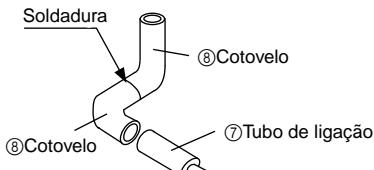

Fig. 1
- (1) Retire a tampa em cobre e a junta em borracha unidas à tubagem e flange do distribuidor (gás) (opcional).
- (2) Monte fora da unidade com o cotovelo (⑧) com o tamanho e com a soldadura especificados. (Veja a Fig. 1.)